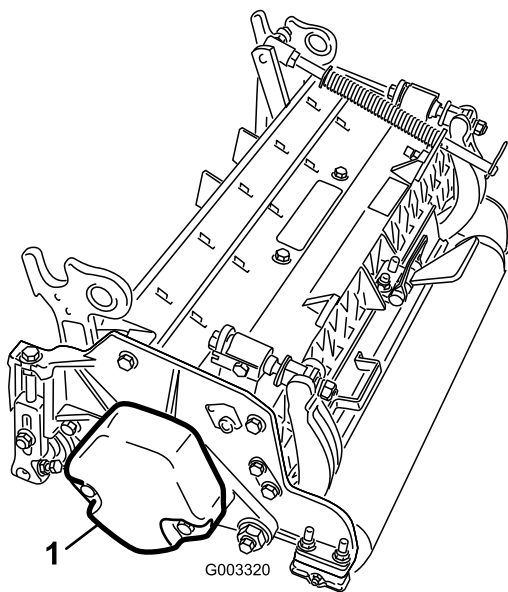

图 9
5. 按照滚刀组 *图 9 操作员手册* 的描述确保将配重块安装到滚刀组正确的一端上。